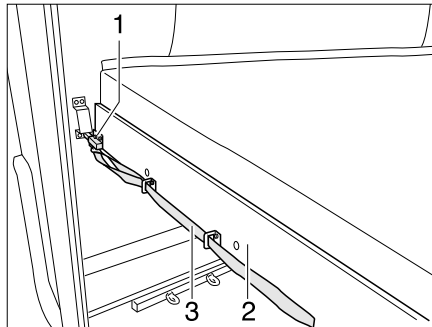

Fig. 175 Letto a castello (parte posteriore)
- Tirare l'asola (Fig. 175,3) e liberare il chiavistello (Fig. 175,1).
- Tirare in avanti il telaio portamaterasso (Fig. 175,2) con il materasso finché non si innesta.